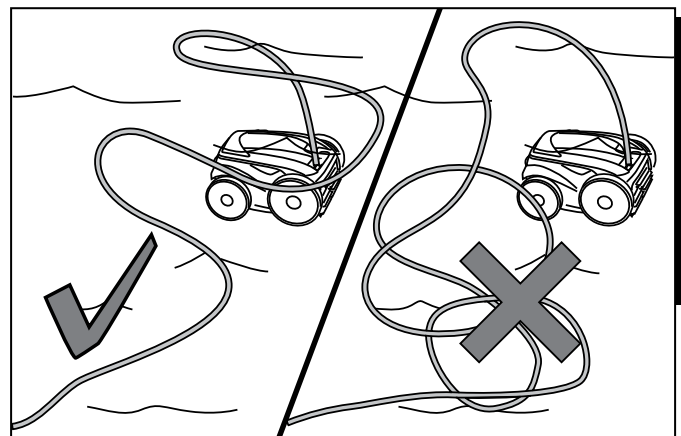

Figura 17. Distribuya el cable flotante sobre la piscina
3. Distribuya el cable flotante sobre la piscina, asegurándose de que no tenga nudos ni esté enroscado (Figura 17).